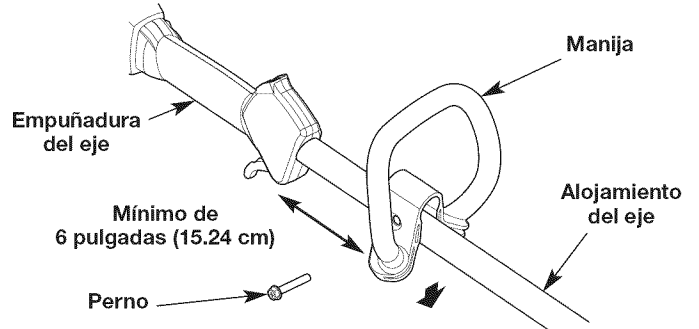
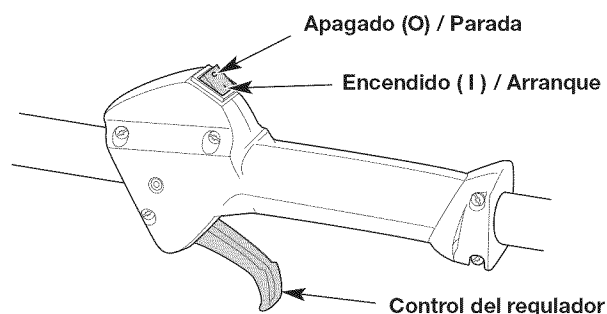

Fig. 3
Fig. 7
1. Oprima la manija hacia abajo sobre el alojamiento del eje (Fig. 3). El orificio del perno de la manija debe quedar a la derecha.
2. Inserte el perno en el orificio del perno y oprímalo para que pase a través de él (Fig. 3). Apriete el perno con una llave tubular de 3/8" pero no apriete por completo.
3. Mientras sujeta la unidad en la posición de funcionamiento (Fig. 7), desplace la manija hasta la ubicación que le ofrece el mejor agarre. Ubíquela como mínimo a 6 pulgadas (15.24 cm) del extremo de la empuñadura del eje (Fig. 3).
1. Afloje el perno con una tubular de 3/8" (Fig. 3).
2. Mientras sujeta la unidad en la posición de funcionamiento (Fig. 7), desplace la manija hasta la ubicación que le ofrece el mejor agarre. Ubíquela como mínimo a 6 pulgadas (15.24 cm) del extremo de la empuñadura del eje (Fig. 3).
**NOTA:** No hay necesidad de encender la unidad. El interruptor de Encendido/Apagado debe estar en la posición ENCENDIDO (I) en todo momento (Fig. 7).
6. Apriete el control del regulador (Fig. 7) y tire de la cuerda **5 veces** con movimiento regulado y firme (Fig. 9).
2. Oprima y no suelte el interruptor de control de Encendido y Apagado en la posición APAGADO (O) hasta que el motor se detenga por completo (Fig. 7).
7. Oprima control del regulador y no lo suelte (Fig. 7). Eche a andar el accesorio Speed Start™ durante 2 segundos.